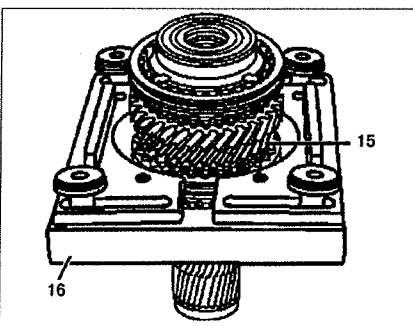

Рис. 6.32. Ведущий вал (автомобили с двигателем 611.980):
33. Выпрессуйте корпус синхронизатора, используя съемную плиту 16 (см.рис.6.32).